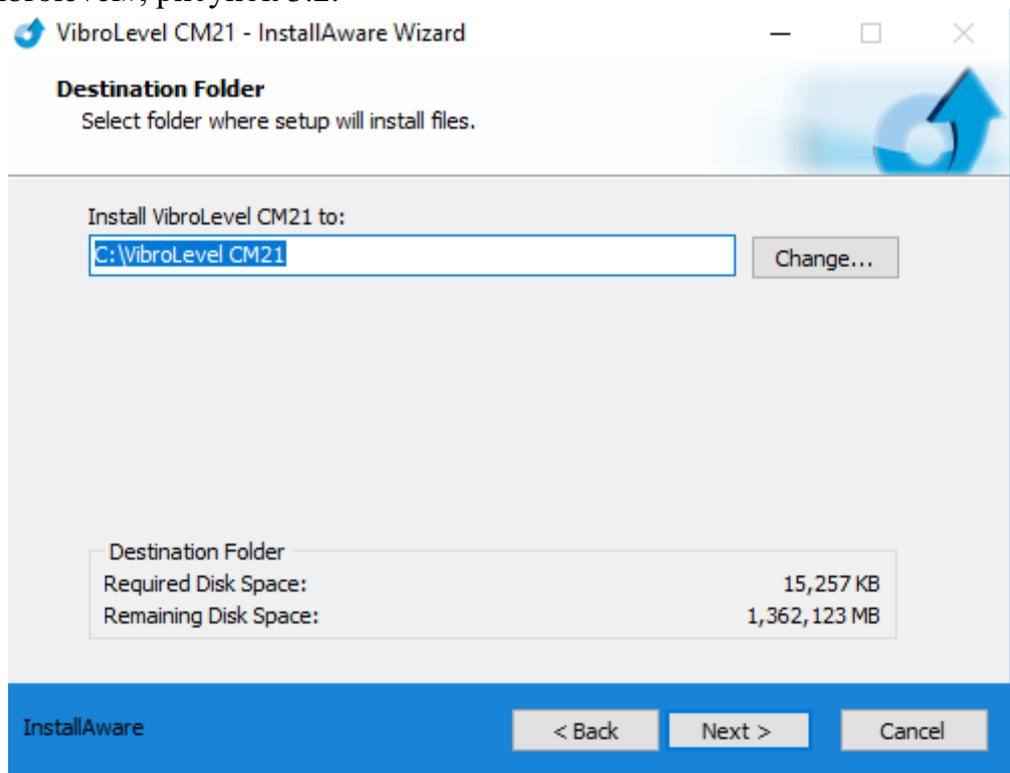

Рисунок 3.2
2. Выбрать директорию установки для рабочих файлов программы «Vibrolevel», рисунок 3.2.